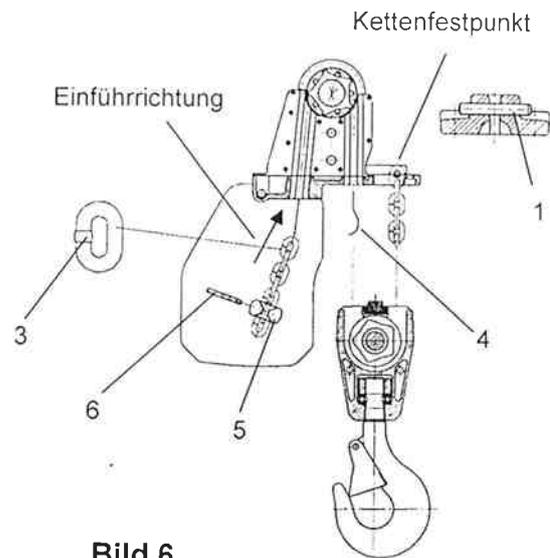

Bild 6
- Bei zweisträngigem Betrieb (2/1) (Bild 6) Kette durch Unterflasche führen und Kettenende im Kettenfestpunkt befestigen. Dazu wird der Kettenfestpunkt herausgeschraubt, das letzte Kettenglied in den Festpunkt eingeführt und mit dem Bolzen (1) arretiert. Die Kette darf dabei nicht verdreht sein. Die Anziehungsmomente der Schrauben für den Kettenfestpunkt nach Punkt 3.2.3 sind unbedingt einzuhalten.
- Kettenanschlagstück (5) am vorletzten Kettenglied des leerseitigen Kettenendes mit Spannhülse (6) montieren.